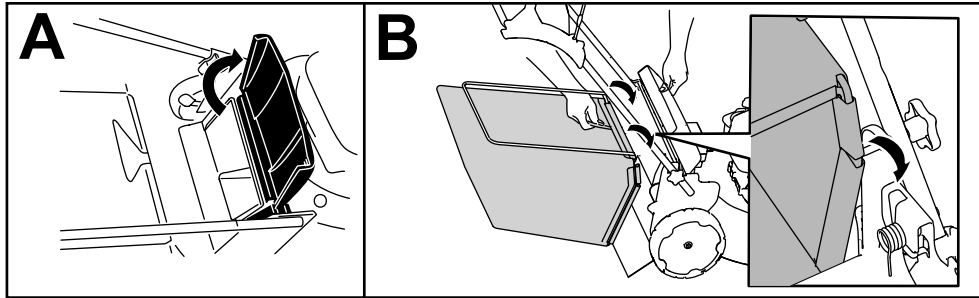

Figura 11
1. Ridică și menține ridicat deflectorul spate (A din Figura 11).
2. Instalează sacul pentru iarbă, având grijă ca tifturile de pe sac să rămână în canelurile de pe mâner (B din Figura 11).